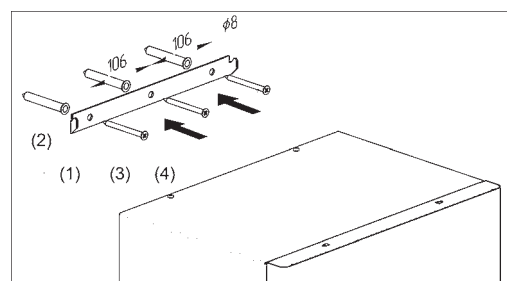

Рисунок 4. Установка прибора на вертикальное основание
(1) Выполните разметку отверстий в стене под крепление кронштейна (закладной) в соответствии с рис.4.
(2), (3) Выполните установку кронштейна (закладной) с использованием дюпелей и шурупов входящих в комплект поставки
(4) Выполните установку прибора на кронштейн.